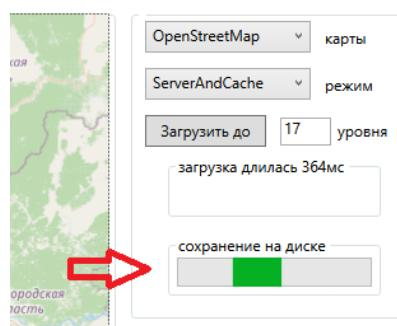
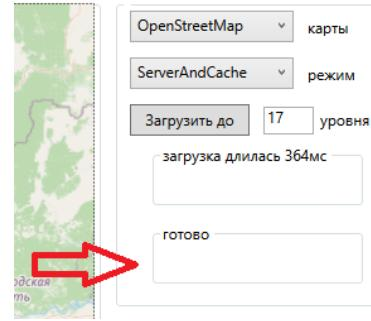

Рисунок 19-4
Рисунок 19-5
7. Наведите указатель мыши приблизительно на центр той области на карте, которая вас интересует, и медленно поворачивая колесо мыши, перейдите на следующий уровень масштабирования. Дождитесь, когда индикатор сохранения данных на диске перейдет из состояния «сохранение на диске» в «готово», (см. Рисунок 19-4, Рисунок 19-5). Дойдите